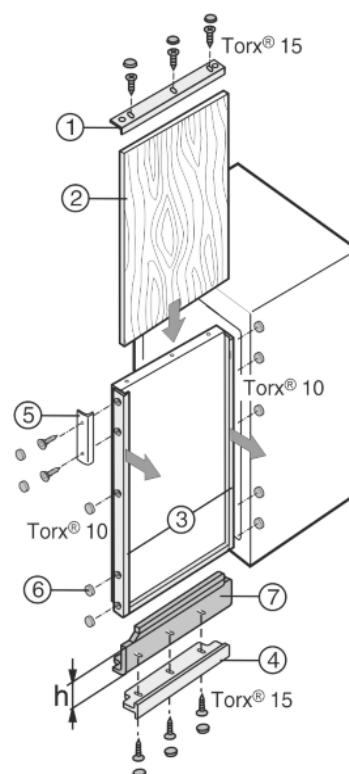

Fig. 40
- Dévisser les cadres d'habillage Fig. 40 (1, 4) en haut et en bas.
- Sur les autres cadres d'habillage Fig. 40 (3), ne dévisser que les vis et tirer les cadres d'habillage vers l'avant.
- Insérer le panneau décor Fig. 40 (2).
- Poser les bandeaux d'ajustage Fig. 40 (7) en bas ou en haut.
- Poser les cadres d'habillage Fig. 40 (1, 4) par-dessus et revisser.
- Repousser et revisser les cadres d'habillage Fig. 40 (3).
- Visser la poignée Fig. 40 (5).
- Clipser les caches Fig. 40 (6) sur toutes les tête de vis.
Quand un panneau décor est déjà disponible, mais que celui-ci est trop petit en hauteur, il peut être adapté avec des bandeaux d'ajustage Fig. 40 (7) de différentes hauteurs.